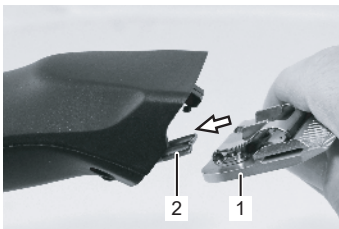

Fig. 17
6. Fest klippehodet på bladhengselet, og fold den inn på den påslåtte klippemaskinen med et lett trykk (fig. 17, 18, 19).